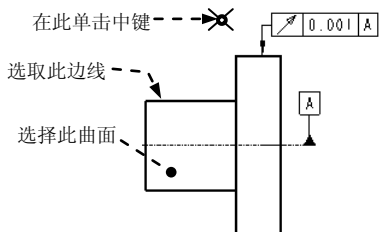

图 5.6.37 定义公差参照（二）
Step3. 定义公差参照。在 **参照** 区域的 **类型** 下拉列表中选择 **曲面** 选项，选取图 5.6.37 所示的曲面为公差参照。
(1) 在对话框中 **放置** 区域的 **类型** 下拉列表中选择 **法向引线** 选项，在弹出的 **LEADER TYPE (引线类型)** 菜单中，选择 **Arrow Head (箭头)** 命令。
(2) 在系统 **选取多边，尺寸界线，基准点，多个轴线，曲线 或 顶点。** 的提示下，选取图 5.6.37 所示的边线为放置位置参照。
(3) 在图 5.6.37 所示的位置单击中键，放置“全跳动”公差。